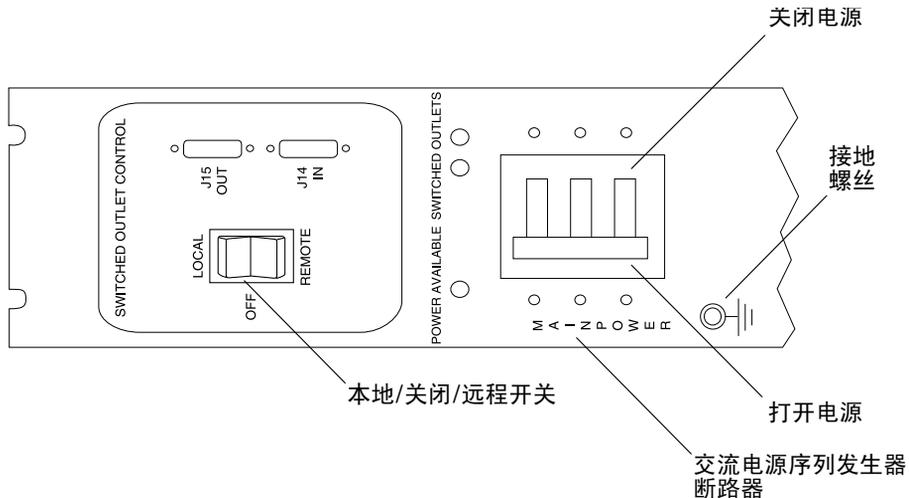

图 2-11 交流电源序列发生器控制面板
3. 在机柜的前下方和后下方，将交流电源序列发生器的断路器推到 **Off** 位置（图 2-11）。
5. 在扩充机柜的前下方和后下方，将 Local/Off/Remote 开关推到 Local 位置（图 2-11）。
6. 在扩充机柜的前下方和后下方，将交流电源序列发生器的断路器推到 On 位置（图 2-11）。
3. 在系统的前下方和后下方，将交流电源序列发生器的断路器推到 **Off** 位置（图 2-11）。